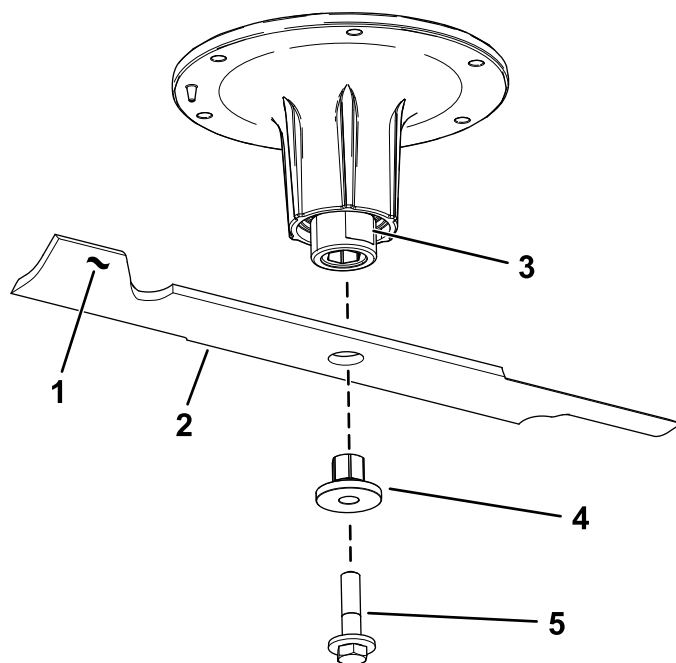

Figura 82
2. Rimuovete il bullone della lama, la boccola e la lama dall'albero del fusello (Figura 82).